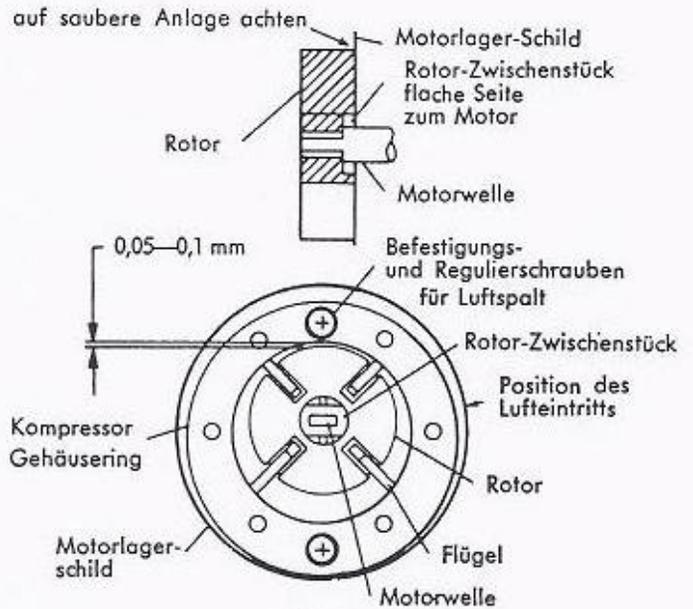

Bild 9
- Legen Sie die Feder in den Rotor (Bild 9) und schieben beides auf die Motorwelle, anschließend montieren Sie den Gehäuseering.
- Richten Sie den Gehäuseering so, daß der engste Luftspalt (oben) ca. 0,05 bis 0,1 mm beträgt (Bild 9). Den Luftspalt messen Sie mit einer Fühllehre. Drehen Sie den Motor von Hand durch, er muß frei auslaufen. Ziehen Sie die Gehäuseschrauben fest an.